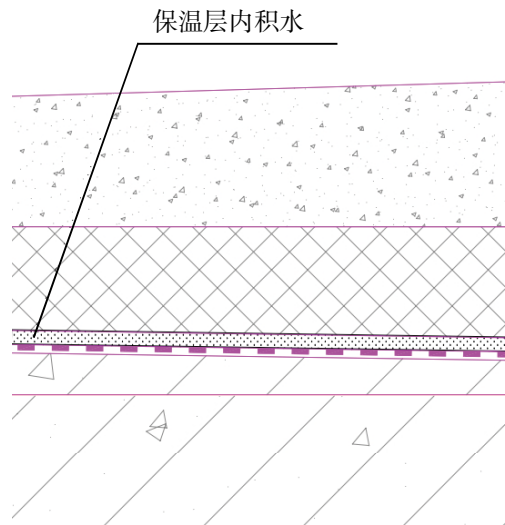

图4 保温层存水剖面图
4. 现场验证原因分析: 将屋面渗漏部位混凝土面层及保温层剔除后发现保温层与防水层之间存在积水, 如图4所示。